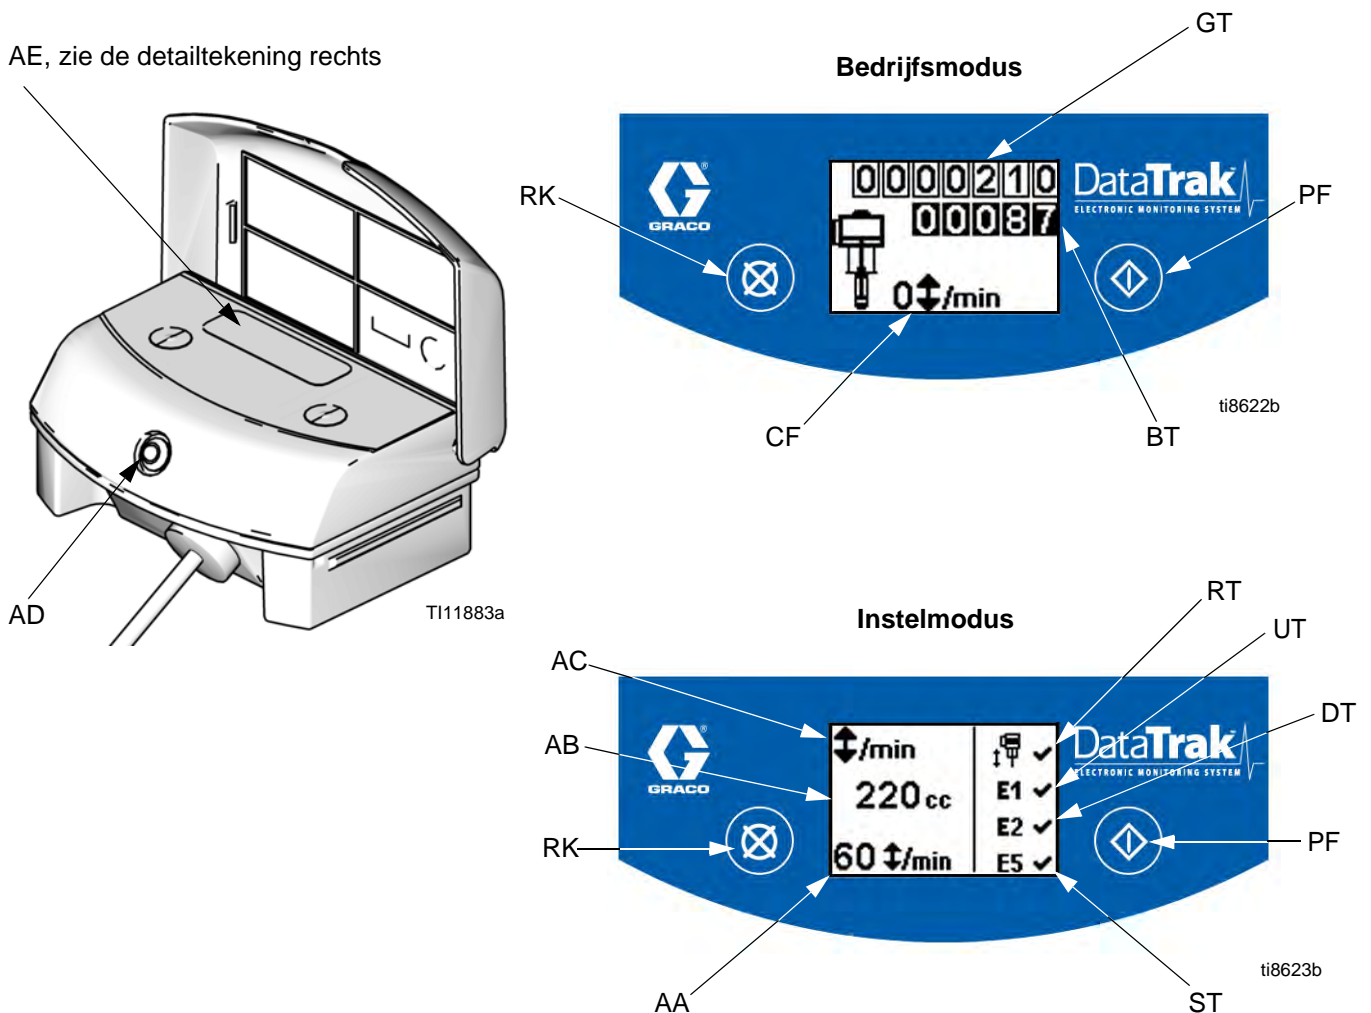

Fig. 9. DataTrak-besturing en -indicatoren
## Legende voor Fig. 9
1. Zie FIG. 9. Druk op de knop  gedurende 5 seconden ingedrukt tot het instelmenu getoond wordt.
**OPMERKING:** wanneer de overtoeren-, E1-, E2- en E5-foutopties ingeschakeld zijn, zal een  getoond worden op het instelscherm. Zie FIG. 9.
1. Zie FIG. 9. Als overtoeren van de pomp voorkomt, zal de overtoerensolenoid ingeschakeld worden, waarna de pomp tot stilstand gebracht wordt. De led (AD) zal knipperen en het scherm (AE) zal een overtoerentoeestand aantonen (zie Tabel 1). Het scherm zal beurtelings de zes instructieschermen tonen.
2. Overtoerenschermen 1 en 2: om de overtoerensolenoid te resetten, sluit u de hoofdluchtklep (U). Wacht op lucht om de luchtmotor volledig te ontluchten.
5. Open de hoofdluchtklep (U) om de pomp opnieuw te starten.
**OPMERKING:** als u de overtoerencontrole wilt uitschakelen, schakelt u naar de instelmodus en geeft u een overtoerenwaarde van 0 (nul) op of schakelt u (RT)  uit (zie FIG. 9).
1. Zie FIG. 9. Ga naar de vul-/spoelmodus, druk op eender welke toets om het scherm op te roepen, druk dan op . Het vul-/spoelsymbool zal op het scherm getoond worden en de led zal knipperen
2. In de vul-/spoelmodus is de overtoerenbeveiliging uitgeschakeld en de batchteller (BT) telt niet. De totaal teller (GT) gaat door met tellen.
Zie FIG. 9. Het laatste cijfer van de batchteller (BT) staat voor de tiende gallon of liters. Om de teller te resetten, drukt u op eender welke knop om het scherm op te roepen, daarna drukt u op  en houdt u deze knop gedurende 3 seconden ingedrukt.
Zie FIG. 9. Het scherm (AE) zal na 1 minuut inactiviteit in de bedrijfsmodus of 3 minuten in de instelmodus uitgeschakeld worden. Druk op eender welke knop om het scherm op te roepen.
**OPMERKING:** het scherm (AE) kan uitgeschakeld worden als een hoge statische ontlading toegepast wordt op DataTrak. Druk op eender welke knop om het scherm op te roepen.
DataTrak kan verschillende problemen diagnosticeren bij de pomp. Wanneer de monitor een probleem detecteert, zal de led (AD, FIG. 9) knipperen en zal een diagnosecode op het scherm getoond worden. Zie Tabel 1.